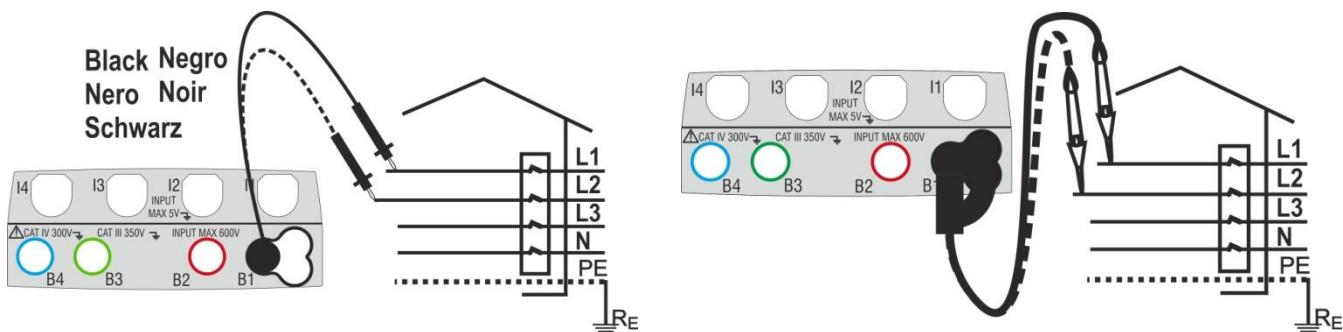

Fig. 23: Verificação da sequência das fases 1T com terminal e ponteira remota
3. Inserir os conectores azul e preto dos cabos individuais nos correspondentes terminais de entrada do instrumento B4, B1 (medição 2T). Inserir, nas extremidades livres dos cabos, os correspondentes crocodilos ou ponteiras. Também é possível utilizar a ponteira remota inserindo-lhe o conector multipolar no terminal de entrada B1. Conectar os crocodilos, ponteiras ou a ponteira remota à fase L1 e N de acordo com as Fig. 23 e Fig. 24
Nestas condições, conectar os crocodilos, ponteiras ou a ponteira remota à fase L2 e N de acordo com as Fig. 23 e Fig. 24